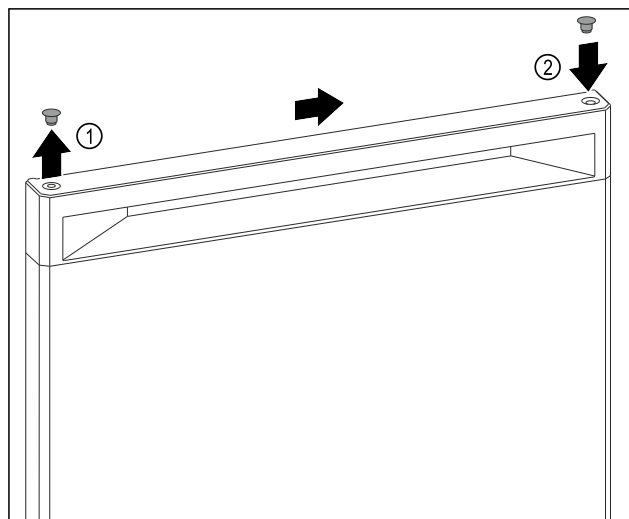

Fig. 7
- Soulever avec soin le cache de recouvrement de la partie supérieure de la porte Fig. 7 (1) au moyen d'un tournevis plat.
- Placer le cache de recouvrement du côté opposé. Fig. 7 (2)